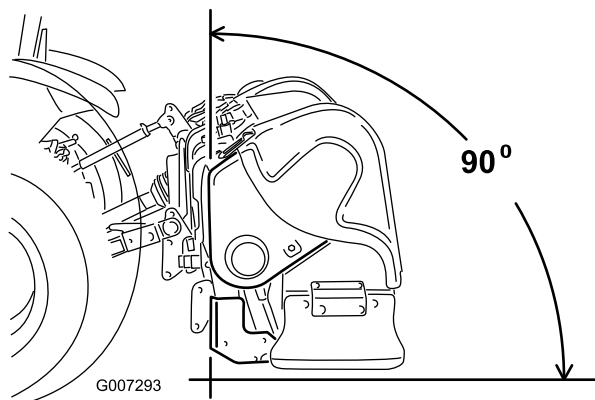

Figura 5
**Nota:** La parte anteriore dell'arieggiatore deve essere verticale durante il funzionamento per garantire la migliore qualità di arieggiatura (Figura 5). Regolate la connessione superiore per controllare questo angolo. Per ulteriori informazioni si rimanda al Funzionamento.